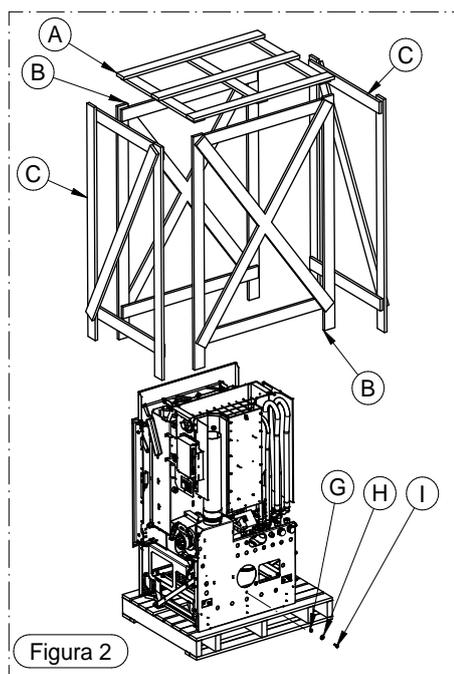
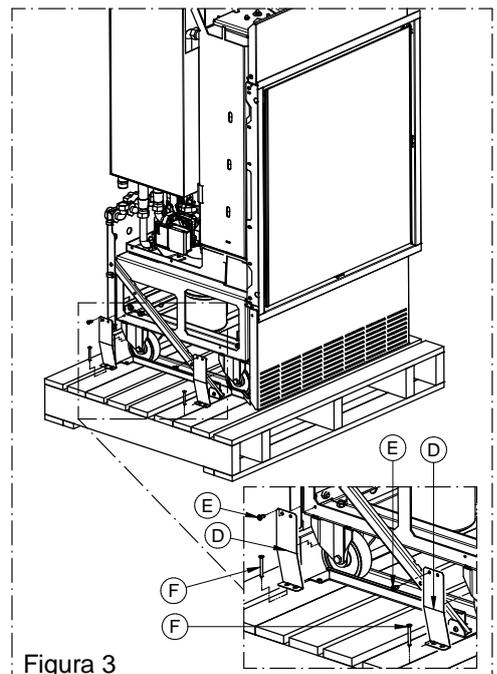

Figura 2
Figura 3
- togliere il coperchio (A) e i pannelli laterali (B) e (C) dal bancale (Figura 1 e Figura 2).
- svitare il dado (G) fissato sul bullone di fermo (I) e rimuovere i componenti (G), (H), (I).
- togliere le 2 staffe di blocco (D) agendo sulle viti (E) e (F) (Figura 3), agire in modo analogo anche nel lato opposto.
1) Aprire la porta del generatore utilizzando l'apposita maniglia, svitare le due viti del blocco (BM) e ruotare di 90 gradi in senso orario il blocco (BM).
2) Togliere i 2 tappi A indicati nella Figura 2 e collegare il generatore all'impianto idraulico seguendo quanto esposto nel paragrafo dedicato.
3) Togliere i 2 fermi antiribaltamento (E) agendo sulle viti (D) presenti su entrambi i lati.